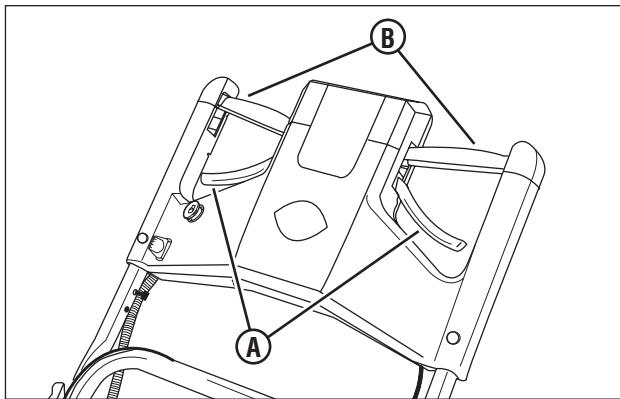

Figura 1: Controles del cortacésped
2. Revise el control de la cuchilla (A, **Figura 1**) y el control de transmisión (B) para asegurarse de que funcionan sin ningún tipo de obstrucción.